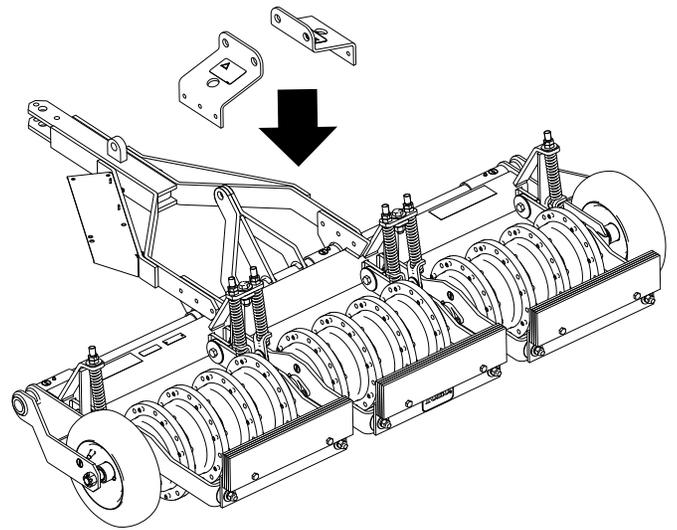

Figura 6
3. Alinhe os suportes no arejador como se mostra na Figura 6.